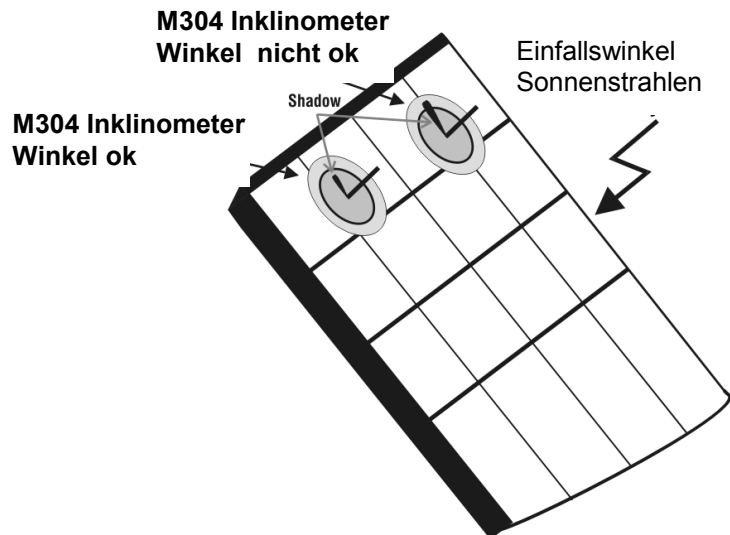

Abb. 5b: Positionierung des M304 (Inklinometer)
11. Befestigen Sie das M304 (Inklinometer bzw. Neigungsmesser) und richten Sie es plan zum PV-Modul aus. Überprüfen Sie, ob der Schatten der Sonnenstrahlen innerhalb der vorgegebenen Grenzen liegt (siehe Fig. 5b). Im sonstigen Fall würde der Einfallswinkel zwischen den Sonnenstrahlen und der Oberfläche des PV-Moduls zu gross sein und somit zu stark abweichen von den Testkonditionen der Solarmodul-Hersteller. Damit könnten die gemessenen Daten nicht mit den Herstellerdaten verglichen werden und es wird empfohlen die Messung zu einer anderen Tageszeit zu wiederholen.